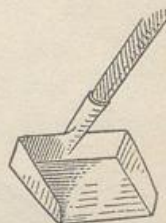

Abb. 61.
3. Die einfache Baggerschaufel (Abb. 61). Sie wird ähnlich wie der Sackbagger gehandhabt. Sie eignet sich nur für kleinere Arbeiten in losem Boden, besonders auch in Schlamm, z. B. bei der Räumung von Gräben u. dgl.